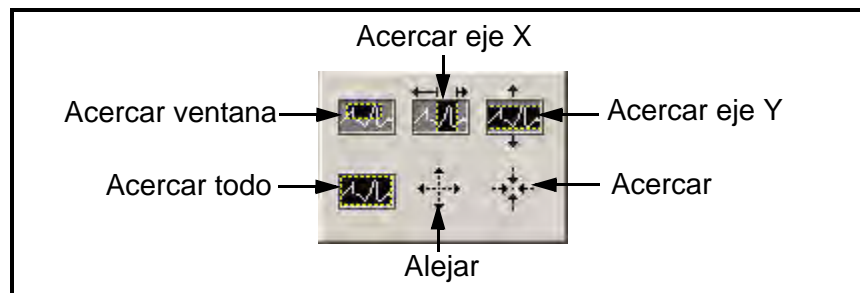

Figura 66: Herramienta Zoom
- Herramienta Zoom: brinda seis opciones, como se muestra en la Figura 66.